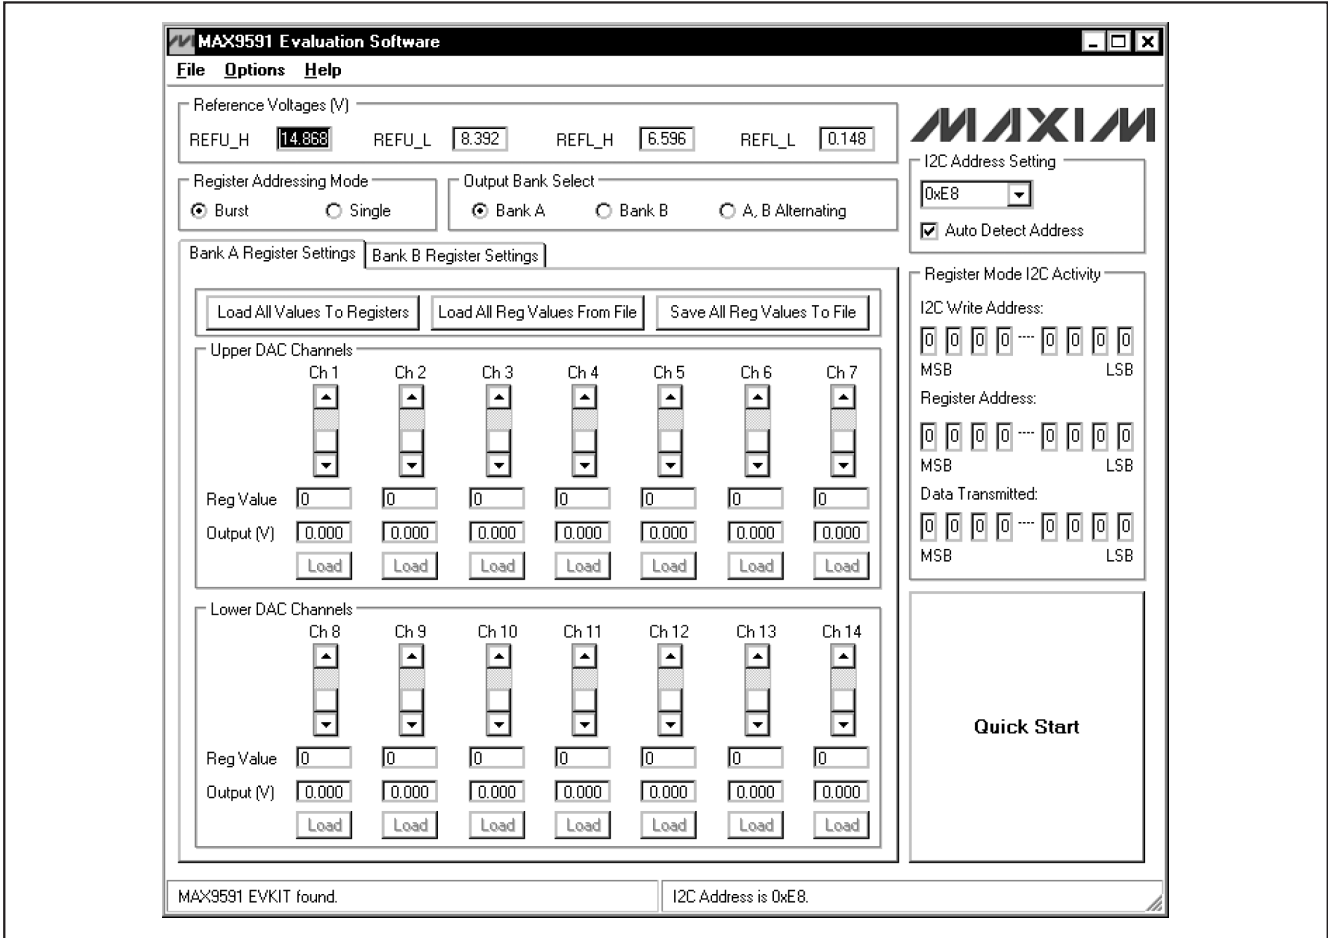

図1. MAX9591の評価ソフトウェアのメインウィンドウ
- 13) **スタート | プログラム**メニューにあるアイコンを開いてMAX9591のEVキットソフトウェアを起動します。図1に示すようなEVキットソフトウェアのメインウィンドウが開きます。
- 14) DVM電圧プローブを使用してPCBパッドREFU_H、REFU_L、REFL_H、およびREFL_Lのリファレンス入力電圧を測定し、これらの値を**Reference Voltages (V) (リファレンス電圧(V))**グループボックスの対応する編集ボックスに入力します。
- 16) DVM電圧プローブを使用して、DAC出力電圧が**Output (V) (出力(V))**編集ボックスに示された電圧に近いことを各チャンネルについて確認します。
MAX9591の評価キット(EVキット)ソフトウェアのメインウィンドウを図1に示します。GUIソフトウェアは自動的にMAX9591デバイスのアドレスを検出し、I2C Address Setting (I2Cアドレス設定)ドロップダウンリストとソフトウェアステータスバーに表示します。Upper DAC Channels/Lower DAC Channels (上位DACチャンネル/下位DACチャンネル)グループボックスのDAC出力電圧は、PCBパッドREFU_H、REFU_L、REFL_H、およびREFL_Lの上位と下位リファレンス入力電圧を使用して計算されます。リファレンス入力電圧は、DAC出力の計算が正確になるように適切なPCBパッドで必ず測定する必要があり、またReference Voltages (V)の各編集ボックスに必ず値を入力する必要があります。